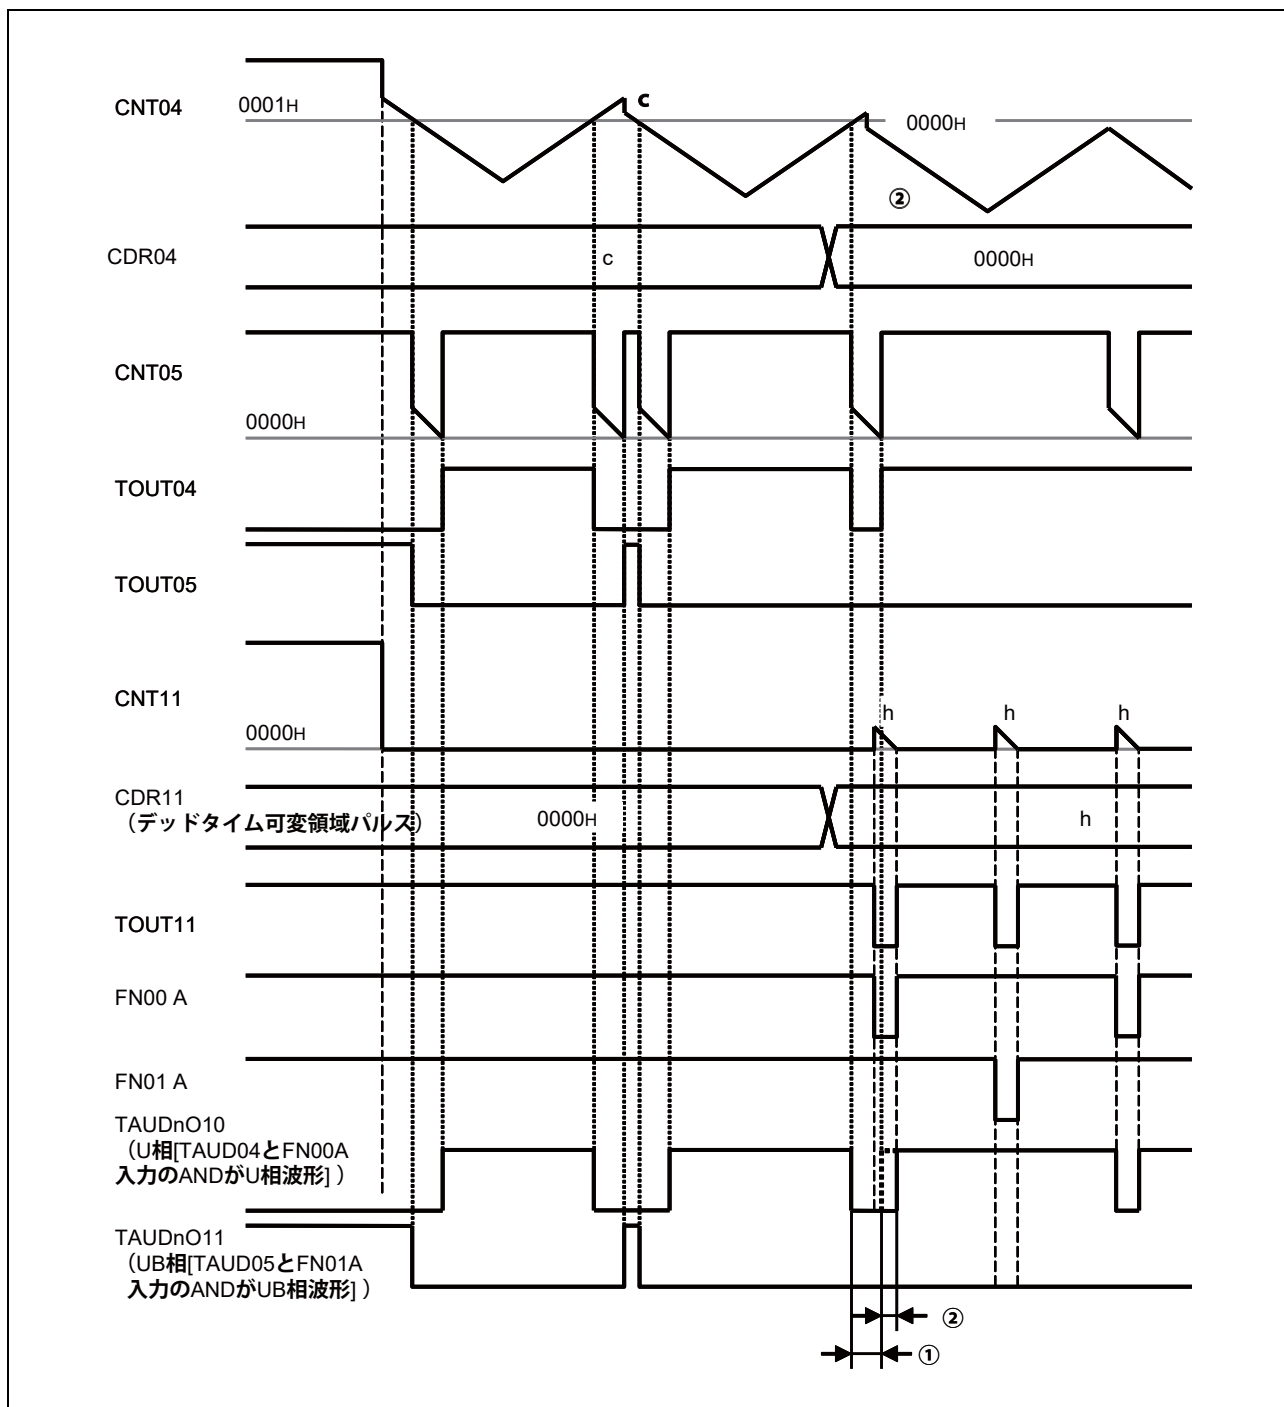

図 23.14 デッドタイム可変領域パルスがデッドタイム付き三角波 PWM 出力に影響した場合
CDR04 へ U 相デューティ 100%設定と同時に CDR11 にデッドタイム可変領域パルス幅の値を設定した場合、図 23.14 ①で示す TOUT04 から出力される最後の PWM に対し、②で示されるデッドタイム可変領域パルスにより、デッドタイムパルス幅が長くなります。そのため、U 相デューティ 100% 設定後、1 周期以上経過したあとに CDR11 を設定してください。